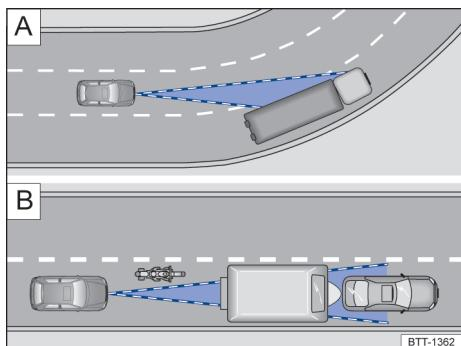

Fig. 149 **A** Condução em curva. **B** Veículos fora da área de alcance do sensor do radar.
O sensor do radar sempre realiza as medições em sentido reto. Por isso, veículos em curvas fechadas podem ser accidentalmente detectados ou veículos a frente podem não ser detectados → Fig. 149 **A**.
- Veículos que conduzem fora da área do sensor em pequena distância do próprio veículo, por exemplo, motocicletas → Fig. 149 **B**.